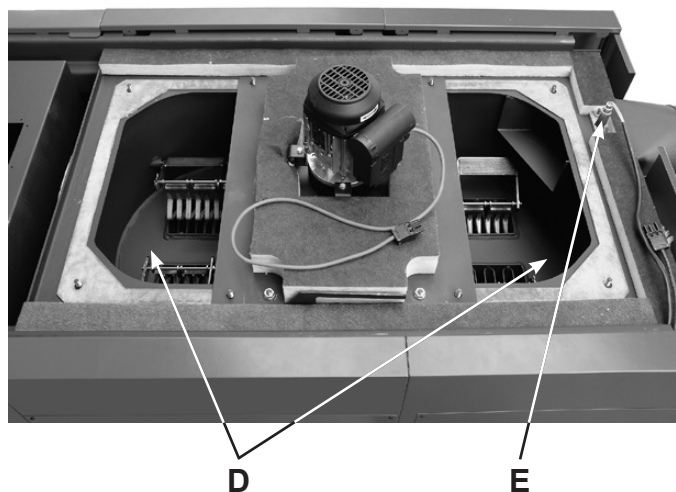

Fig. 21
2. Retirer le connecteur (A).
3. Dévisser les écrous à oreilles (B).
5. Enlever les couvercles du collecteur de gaz de combustion (C).
6. Aspirer les cendres (D, Fig. 21).